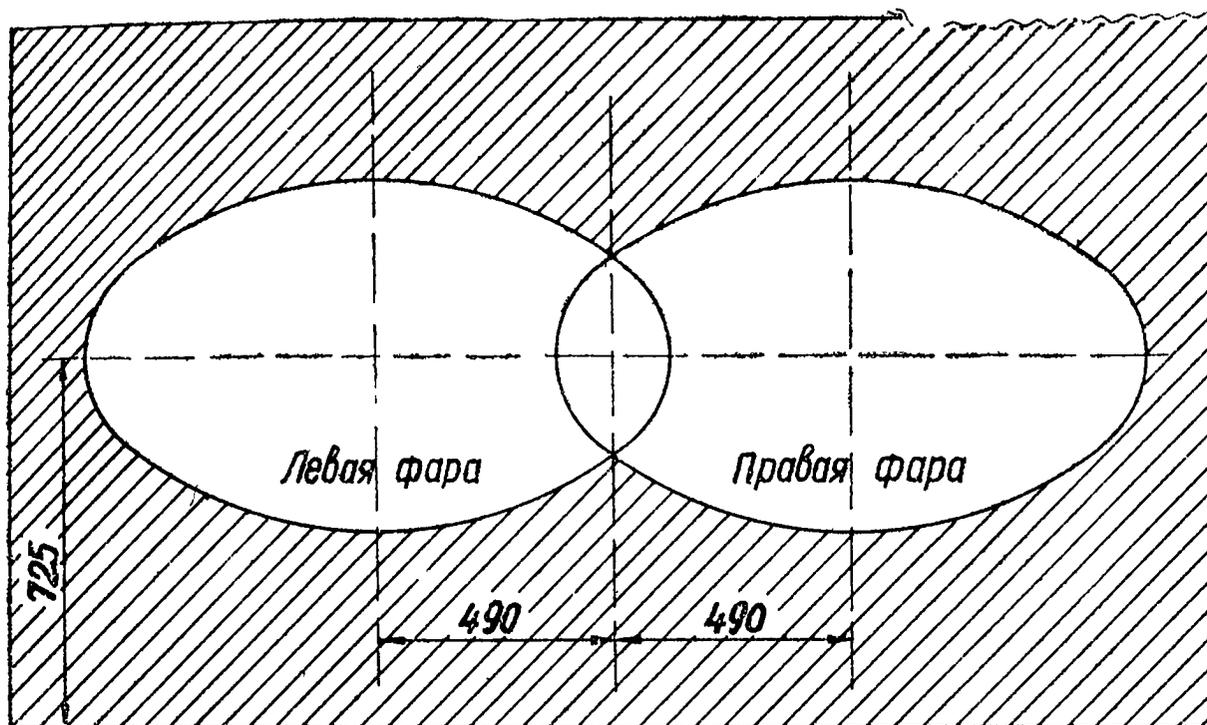

Рис. 46. Разметка экрана для регулировки фар на дальний свет.
3. Включить дальний свет и, закрыв одну из фар, установить другую винтами регулировки (сверху и сбоку фары, под ободком) так, чтобы центр светового пятна на экране расположился на высоте 725 мм от пола и на 490 мм от продольной оси автомобиля (рис. 46).